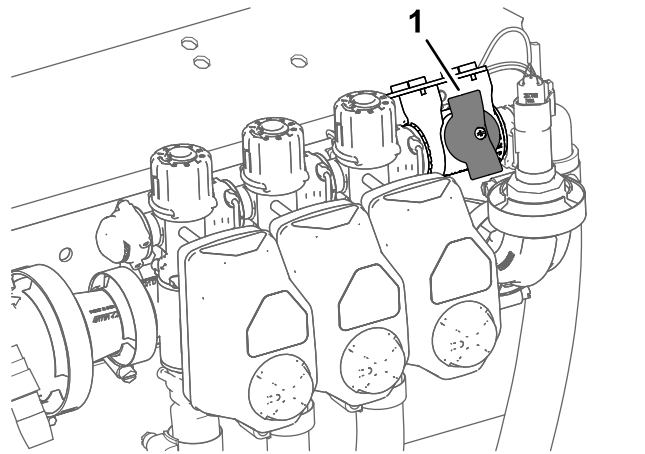

图 43
4. 对于以喷洒率模式操作的机器应确保喷洒臂段旁通切断阀旋钮处于已关闭位置图 43。
5. 对于以喷洒率模式操作的机器应确保喷洒臂段旁通切断阀已关闭图 43。